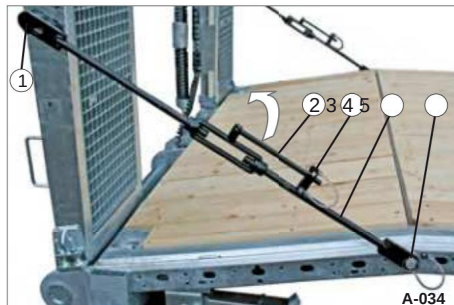
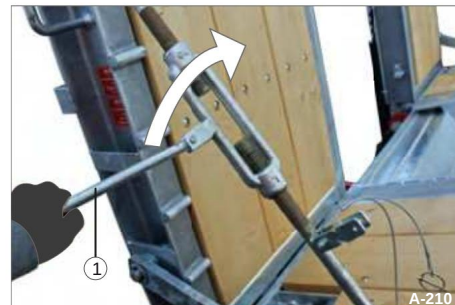

Fig. 44 Løsning af sikkerhedsklemmen
Fig. 45 Løsn sikkerhedsklemmen
• Træk låsestiften ud (fig. 44/3) og sving grebet (fig. 44/2) opad.
• Drej håndtaget (fig. 45/1), indtil sikkerhedsstrammeren (fig. 44/4) er udløst. Sikkerhedsklemmen er løs og kan fjernes fra toppen af stiften (fig. 44/1).